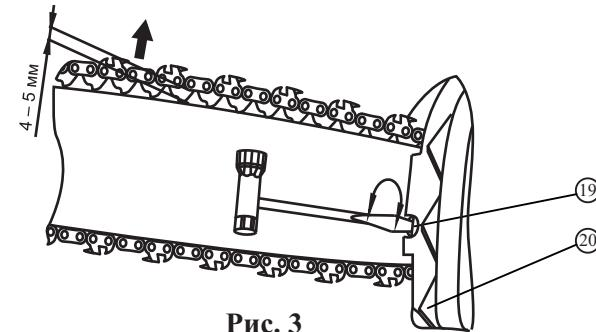

Рис. 3
- вращением отвертки винта натяжителя 19 (рис. 3) по часовой стрелке натяните пильную цепь так, чтобы при оттягивании цепи посередине направляющей она отходила приблизительно на 4-5 мм, не выходя из пазов направляющей и свободно двигалась от руки (рис. 3);